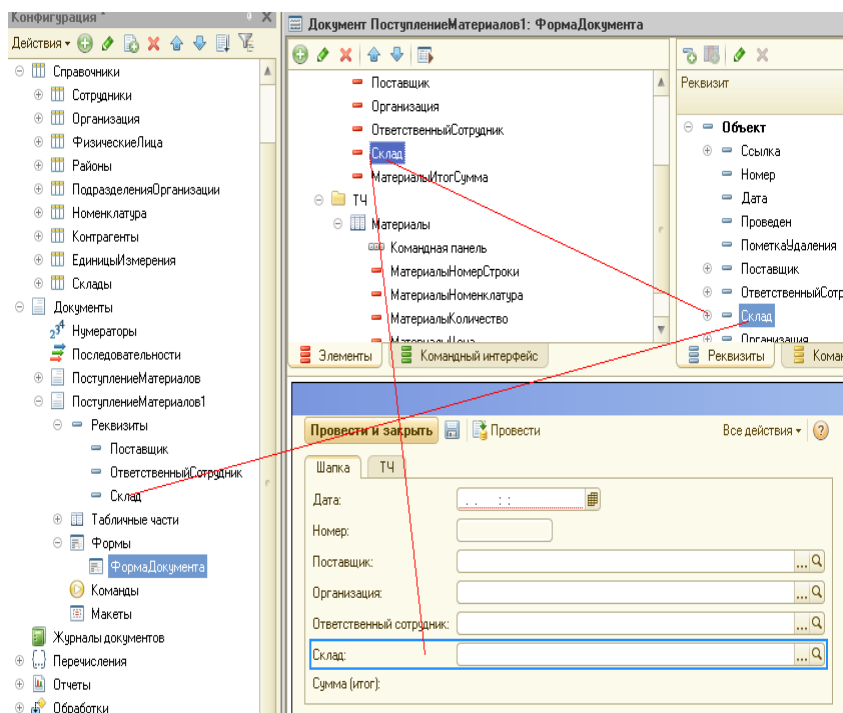

Рисунок 21.1 - Добавление нового реквизита в структуру документа и нового элемента на форму
1. Введем в шапку документа «ПоступлениеМатериалов» еще один реквизит: Склад, тип СправочникСсылка.Склады (рисунок 21.1).